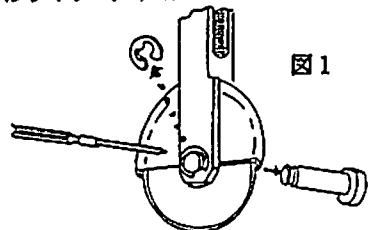

図1
- (1)カッタ各部の損傷やボルト・ナットの緩みがないかを点検し、損傷やネジの緩みがあれば修理または増し締めを行ってください。
- (2)カッタ各部に注油してください。油が切れると異常に摩耗したり、焼き付きをおこしたりして使用できなくなります。
- ①E型止め輪を(-)ドライバーで外してピンを抜き取りますと刃はカバーと一緒に外れます。(図1)
- ②外すときと反対の手順で刃とカバーを組み合わせスライドシャフトの溝へ入れてピンを通し、E型止め輪で止めてください。